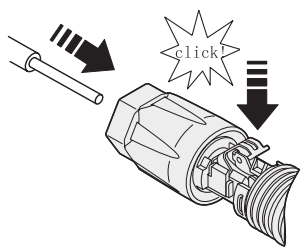

Fig. 47. Inserción del cable DC en el conector de la batería.
4. Insertar el cable de DC pelado en el conector de la batería lo suficientemente profundo y cambiar el soporte de sujeción para asegurarse de que esté bien bloqueado con el cable pelado, como se muestra en la Fig. 47.